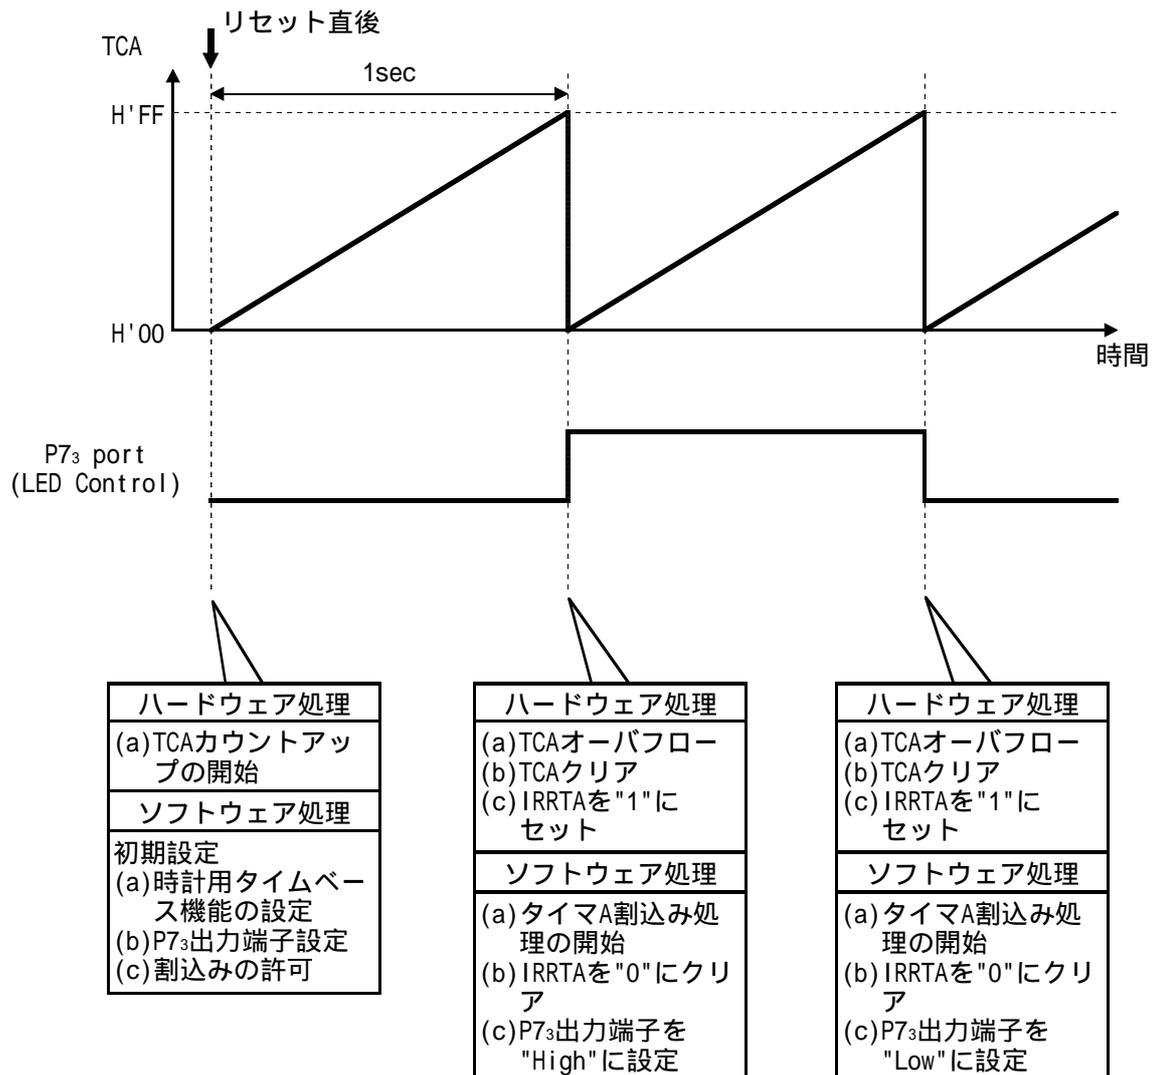

図2 タイマA時計用タイムベース機能によるLED点滅動作の動作原理
(1) 図2に動作原理を示します。図2に示すようなハードウェア処理、およびソフトウェア処理によりタイマA時計用タイムベース機能によるLED点滅動作を行ないます。